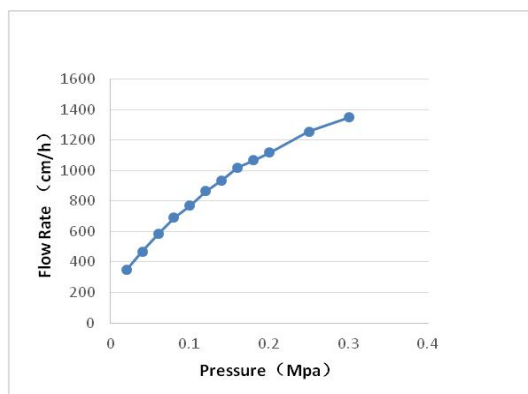

图 1. 介质压力流速曲线 (装柱直径 50mm, 柱高 150mm)
离子交换树脂广泛用于生物制药和生物工程下游蛋白质、核酸及多肽的分离纯化。Smac Q 由表面接枝了葡聚糖的高刚性琼脂糖基质和强季铵 (Q) 阴离子组成，具有高流速状态下仍具有高的动态结合能力的优点，可以很好的提高工业下游工艺的生产效率。压力/流速曲线见图 1。